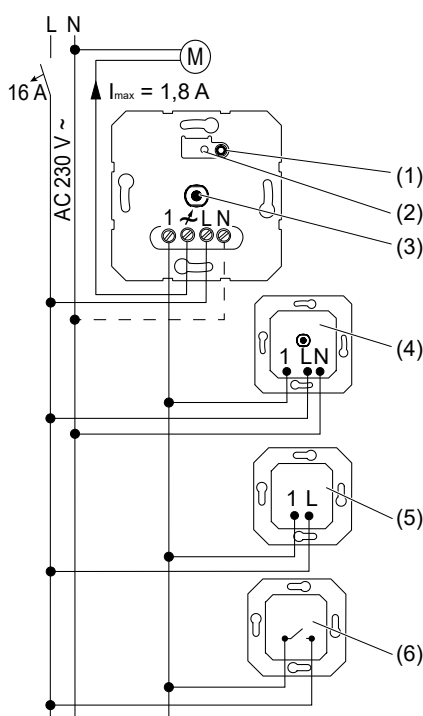
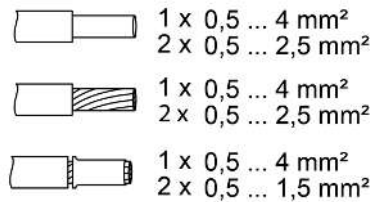

Figura 1: Schema di collegamento con regolatori esterni opzionali
Figura 2: Sezioni conduttori collegabili
- Collegare l'apparecchio come indicato nello schema elettrico (Figura 1). A tal fine, rispettare le sezioni dei conduttori collegabili (Figura 2)
- i** Tramite breve azionamento del tasto **Test** (1) è possibile accendere il motore.